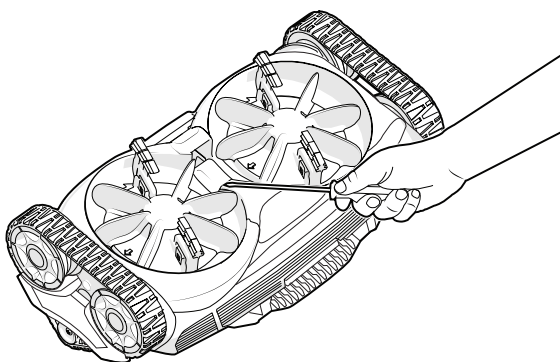

Figura 10. Retire el adaptador de entrada modular
1. Ubique la ranura en la parte inferior del limpiador. Inserte una herramienta plana en el adaptador de entrada (figura 10).